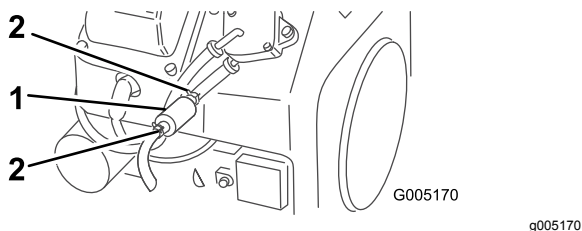

Bild 29
5. Drücken Sie die Enden der Schlauchklemmen zusammen und schieben Sie sie vom Filter weg (Bild 29).
6. Stellen Sie ein Auffanggefäß unter die Kraftstoffleitungen, um austretende Flüssigkeit aufzufangen; entfernen Sie dann den Filter von den Kraftstoffleitungen (Bild 29).